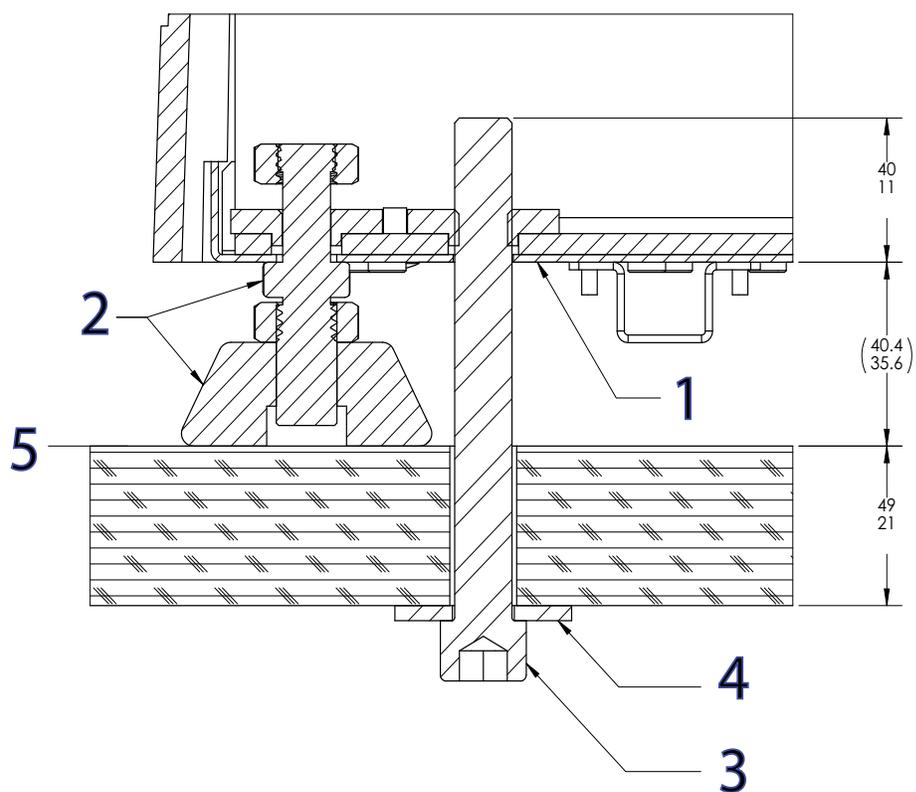

図 15. フレームをテーブルに固定します。
説明 図 15
3. 70 ページの図 15 に示すように、各ボルトと特大ワッシャーを取り付けます。